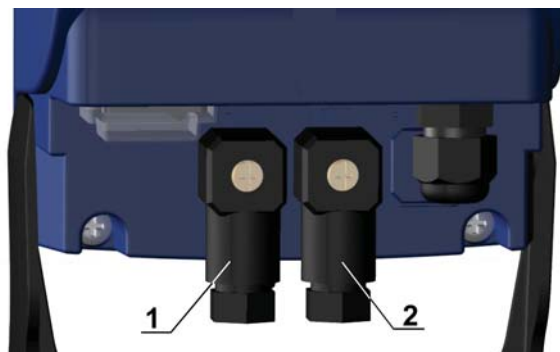

Fig. 13
NOTA: para ter uma rápida escorva sugerimos selecionar o modo "T" (veja pos. 1 fig. 14), girar o potenciômetro totalmente para a direita e provocar um curto-circuito nos pinos 3 e 4 do conector de entrada do hidrômetro (veja pos. 2 fig. 13). Para um contato de curto-circuito a bomba será ativada por 60 segundos. Se 60 segundos não forem suficientes para escorvar a bomba, provoque mais um curto-circuito.